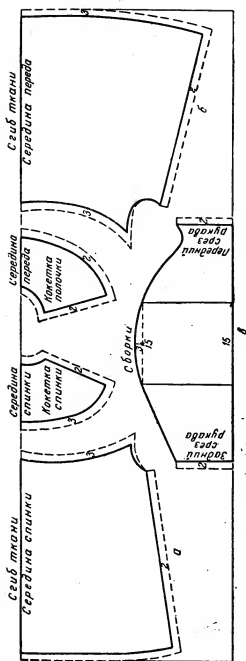

Рис. 144. Подготовка выкройки платья на круглой кокетке к раскрою:
**Спинка.** При раскладке выкройки на ткани (рис. 144, а) кокетку спинки укладывают так, чтобы ее середина была по долевой
**Полочка.** При раскладке выкройки на ткани (рис. 144, б) кокетку полочки укладывают так, чтобы ее середина была на сгибе ткани по долевой нити. Нижнюю часть выкройки укладывают так, чтобы ее середина также была на сгибе ткани по долевой нити.
**Рукав.** При раскладке выкройки на ткани разрезанные части рукава (рис. 144, в) раздвигают на 10 см для сборок. Затем головку рукава разрезанных частей соединяют от руки вогнутой линией.